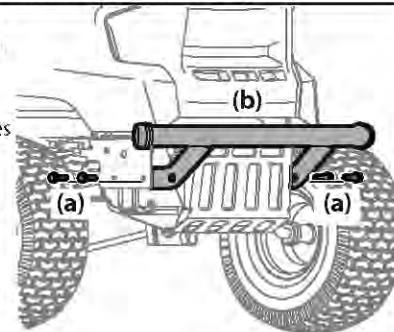

Figura 15
2. Coloque los soportes del paragolpes hacia el interior del bastidor del tractor y fíjelos en su lugar con los cuatro tornillos hexagonales con rebord (a). Consulte la Figura 15.